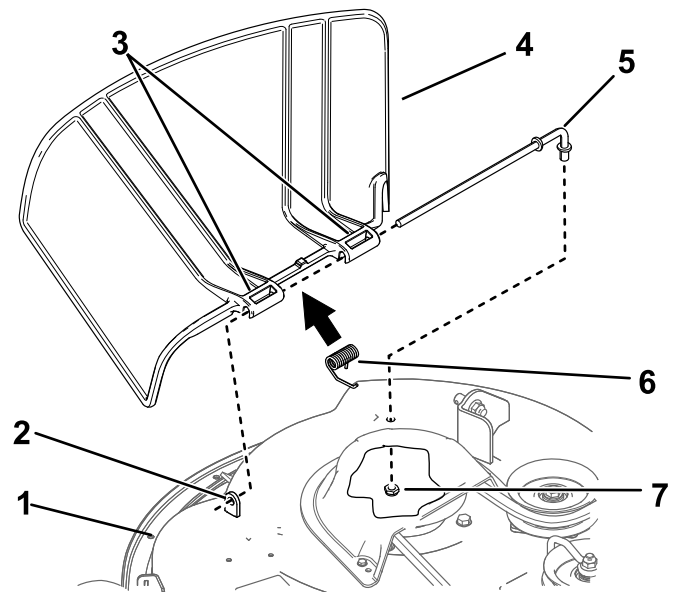

図 68
1. デッキの下側にあるロッド固定ナット $\frac{3}{8}$ "を取り外す 図 68。
2. ロッドを、短い取り付け部から抜き取ると、スプリングとデフレクタが外れてくる 図 68。
4. 新しいグラスデフレクタを取り付ける 図 68。
7. 2つ目のピボットに、ロッドを通す 図 68。
9. ロッド後部をデッキに差し込み、ナット $\frac{3}{8}$ "で 図 68のように固定する。